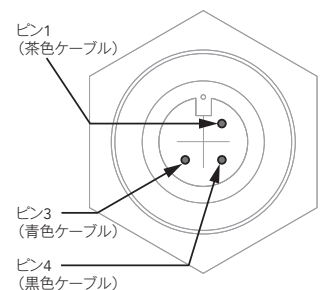

図 12 RTD のピン 1、ピン 3、ピン 4。正常であれば、ピン 1- ピン 3 間の抵抗値は 80 ~ 120 Ω で、ピン 1- ピン 4 間には導通があります
4. テスターを使用して、RTD の**ピン 1** と**ピン 3** の間の抵抗値を測定します（図 12）。計測した抵抗値を書き留めます。さらに、**ピン 1** と**ピン 4** の間の導通を確認します。